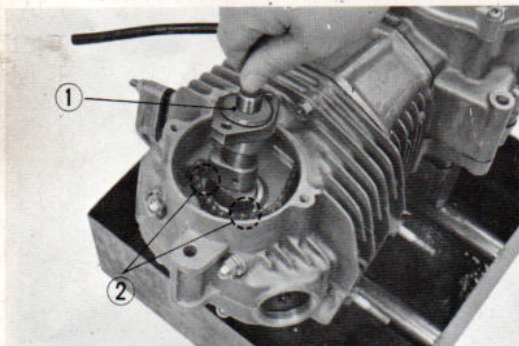

Fig. 45 Montage de l'arbre à cames
- 8) Séparer la chaîne de distribution du pignon d'arbre à cames et refixer l'arbre à cames. (Fig. 45)